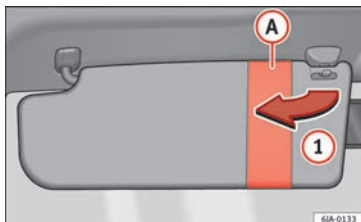
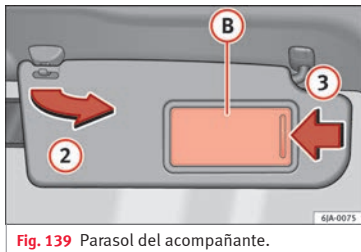

Fig. 138 Parasol del conductor.
Fig. 139 Parasol del acompañante.
Los parasoles del conductor y del acompañante pueden extraerse de sus soportes centrales y girarse hacia las puertas en el sentido de la flecha (1) » fig. 138 y (2) » fig. 139 respectivamente.
El parasol del acompañante viene provisto de espejo de cortesía (B) con tapa. La tapa se abre deslizando en el sentido de la flecha (3) » fig. 139.